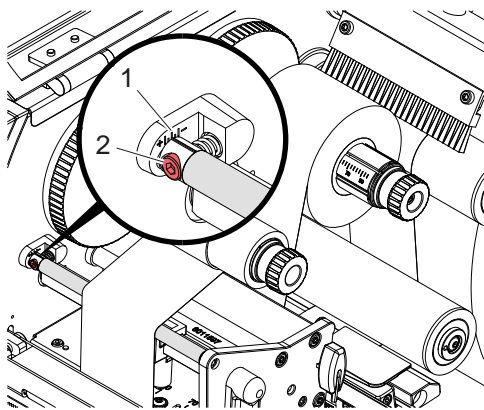

图 19 调整上转印花膜的运行
6. 将合适的卷芯 (4) 推到转印花膜回卷器 (5) 上，并以与花膜卷相同的方式定位和固定。
7. 如图 19 所示，将转印花膜穿入打印机构。实线适用于有内卷涂层的花膜，虚线适用于有外卷涂层的花膜。
8. 用胶条将转印花膜的起点固定在转印花膜芯 (4) 的中心。